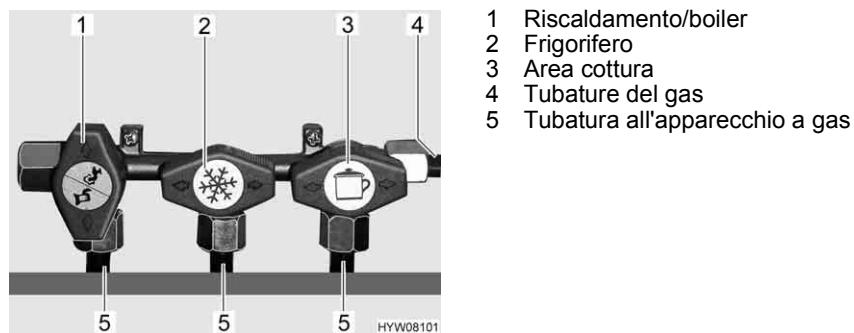

Fig. 53 Simboli dei rubinetti di arresto del gas
Nel veicolo, tutti gli apparecchi del gas sono dotati di un rubinetto di arresto del gas (Fig. 53).
- Posizionare il rubinetto di arresto del gas dell'apparecchio a gas corrispondente parallelamente (Fig. 53,1) alla tubatura (Fig. 53,5) che alimenta l'apparecchio a gas.
- Posizionare il rubinetto di arresto del gas dell'apparecchio a gas corrispondente trasversalmente (Fig. 53,2 e 3) alla tubatura (Fig. 53,5) che alimenta l'apparecchio a gas.